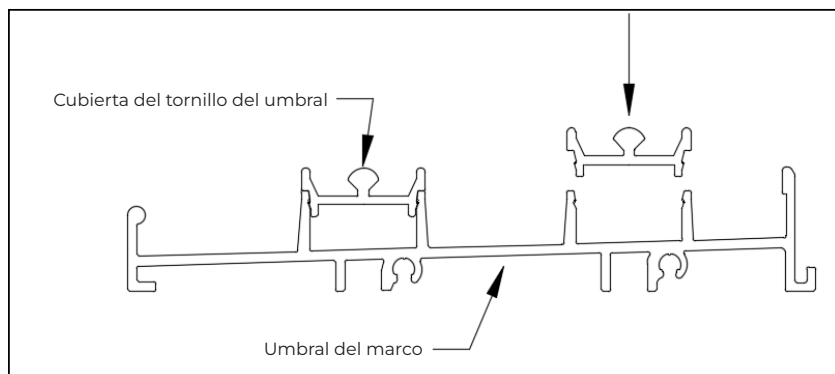

FIGURA 3
6. Cubiertas de tornillos del umbral: Instale las cubiertas en el umbral, como se muestra en la **figura 3**. Encaje las cubiertas en el umbral del marco utilizando un mazo de goma y un bloque de madera (para evitar marcas o hendiduras causadas por golpear directamente la extrusión con el mazo).